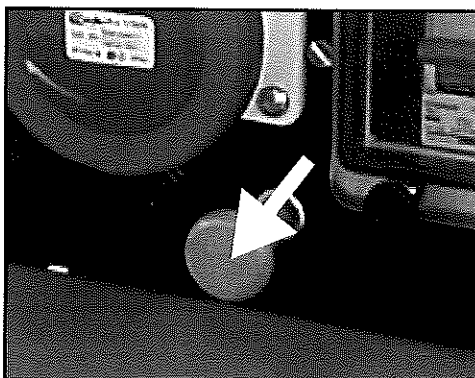

Fig. 8
- 3) Versione P9000 - WP230: Tirare il pomello posto sul pannello comandi (vedi fig.8); attendere il completo spegnimento del motore; riportare la chiave sulla posizione "OFF".